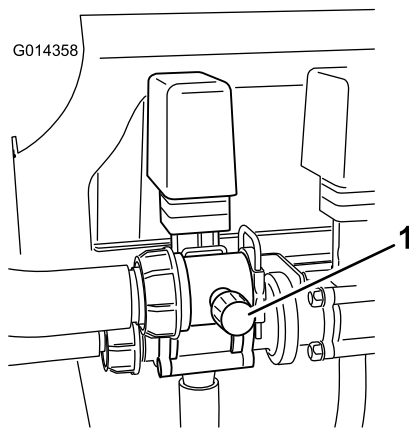

Figura 24
8. Ajuste la válvula de desvío de agitación (Figura 24), situada en la parte trasera de la válvula de agitación, hasta que la presión marcada en el manómetro sea de 100 psi.